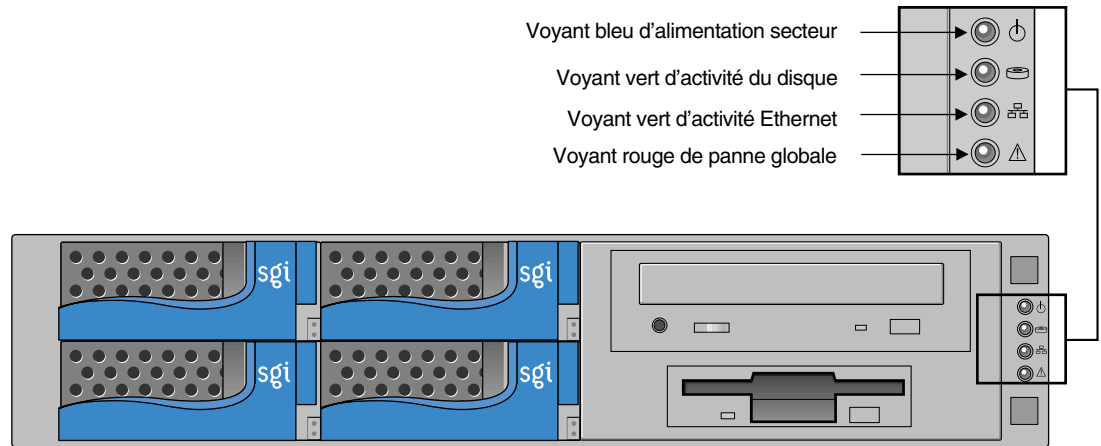

Figure 1 Vue avant du serveur SGI 1200 une fois le volet retiré
3. Le cas échéant, retirez la protection du lecteur de disquette. La Figure 1 indique l'emplacement des lecteurs sur la partie avant du serveur (une fois le volet avant en plastique retiré).
Vérifiez que le voyant de marche (illustré à la Figure 1 de la page 9) du panneau avant est allumé. Une description complète des voyants lumineux est fournie dans le manuel *Guide de l'utilisateur* du serveur.